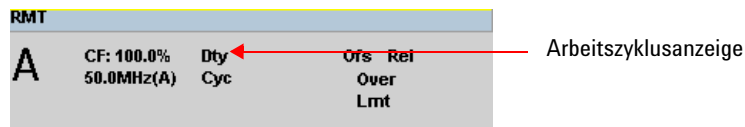

Abbildung 2-18 Arbeitszyklusanzeige
- 7 Drücken Sie die Taste , um den Arbeitszykluseintrag abzuschließen. Die Anzeige Dty Cyc entspricht Abbildung 2-18.